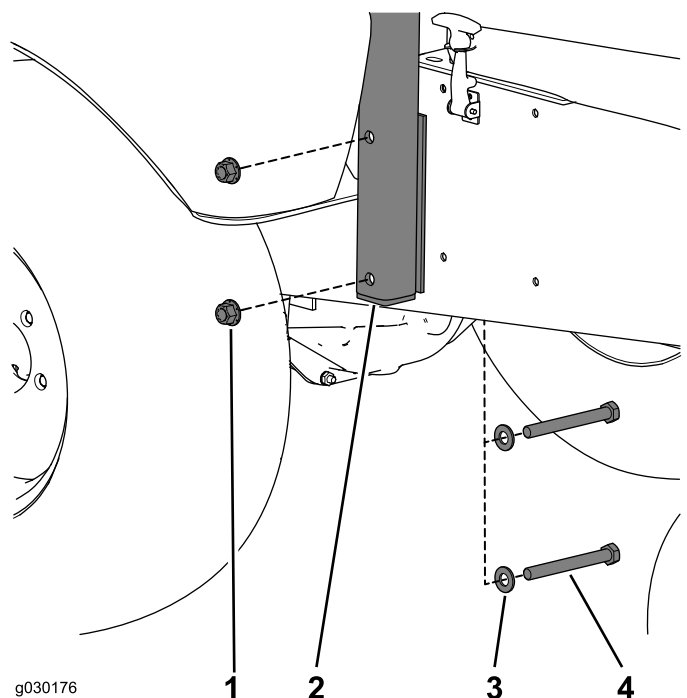

Figura 2
8. Retire a barra de segurança da máquina (Figura 2).